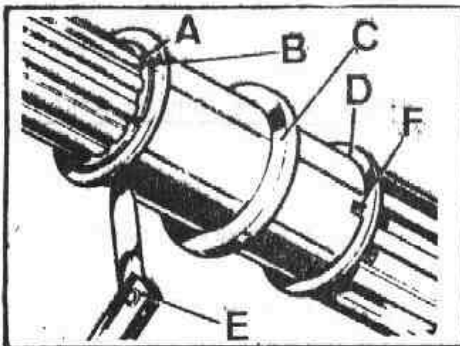

Fig. C-103 Verificación del juego longitudinal del manguito espaciador
- 3.2.6. Verificar el juego longitudinal del manguito, C (Fig. C-103) que debe quedar comprendido entre 0,05 á 0,20 mm. El ajuste se realiza sustituyendo cualquiera de las arandelas, para lo cual se dispone de recambios con diferentes groesos.
- 3.2.7. Una vez que el juego longitudinal de los engranajes y manguito sea correcto se retirarán el arillo elástico, A, (Fig. C-103), arandela de empuje, B, para el engranaje de tercera y el manguito, C. Si se hubiese quitado, se instalará la espiga para el manguito, asegurándose que la arandela, D, del engranaje de segunda queda perfectamente encajada en su espiga.